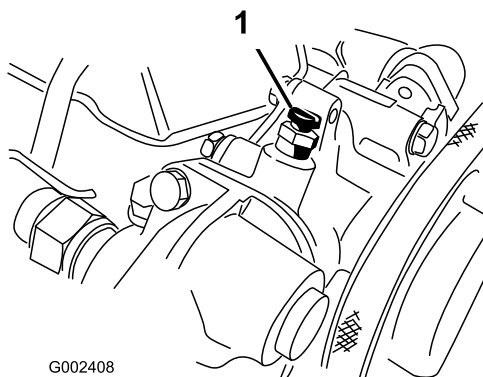

Figura 61
6. Abra el tornillo de purga de aire situado encima de la bomba de agua (Figura 61).